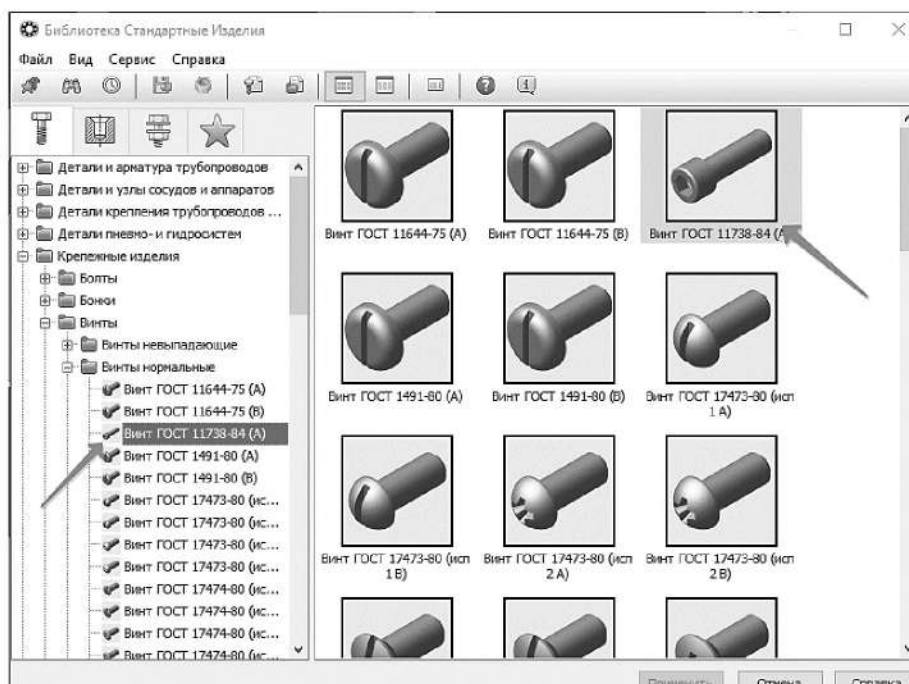

Рисунок 3.100. Добавление Винта
10.2.3 Выполните двойное нажатие левой кнопки мыши на элементе **Винт ГОСТ 11738-84** (рисунок 3.100).